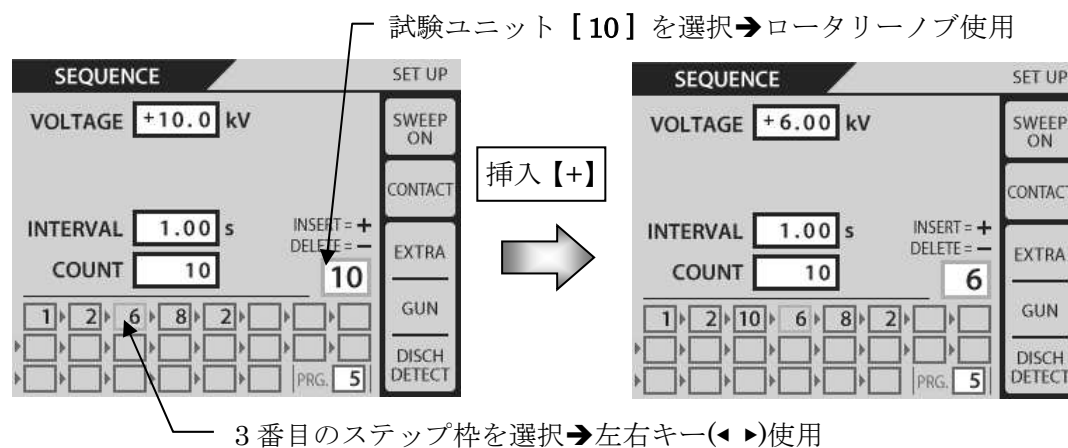

図 17.4 シーケンスプログラム作成例
4) 次ページ、図 17.4 シーケンスプログラム作成例を参考に、シーケンスプログラムを作成してください。